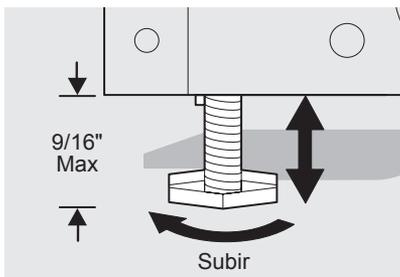

Figura 3
3. Use una llave inglesa para ajustar los tornillos de nivelación. Baje los tornillos de nivelación en cada lado hacia la derecha hasta que hagan contacto con el suelo (Figura 3). No levante la cabina más de  $\frac{9}{16}$  pulgadas.